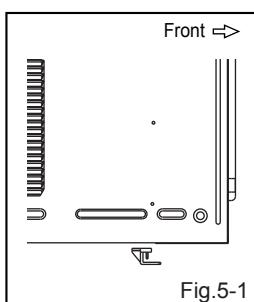

Fig.5-1
- Asegúrese de que las clavijas de la guía del bastidor inferior miren hacia la parte posterior de la unidad.(Fig.5-1)